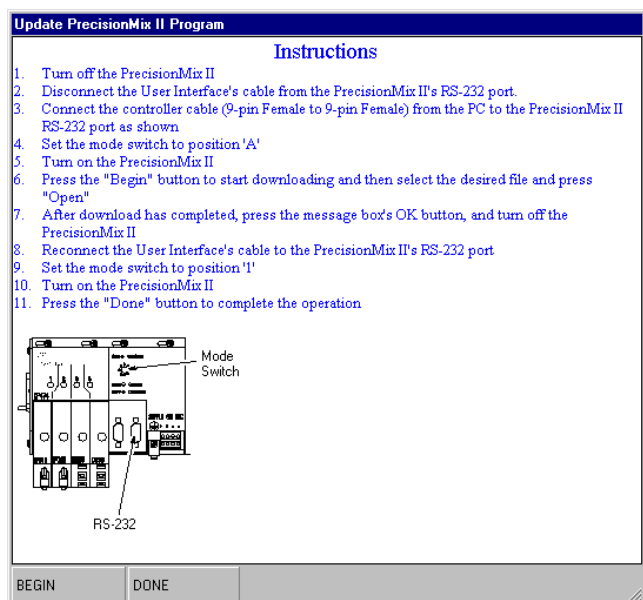

Fig. 13.35
11. Appuyer sur le bouton Done pour fermer la fenêtre d'instructions. Voir Fig. 13.35.